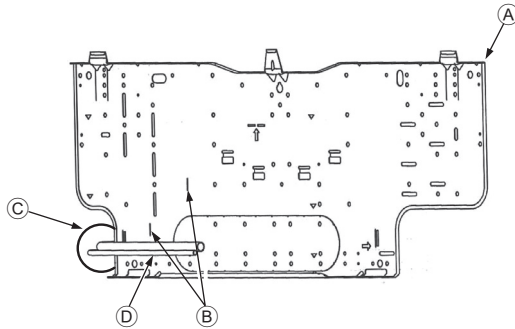

Fig. 3-5
- ② Tornillos de fijación (4 × 35 mm, 1-3/8 inch)
- ② Nivel
- ② Introduzca un hilo en el orificio y átelo.
- ② Coloque el nivel contra la línea horizontal de referencia de la placa de montaje y monte de forma que quede nivelado. Cuelgue una plomada del hilo y alinéelo con la marca ▼ EPK de la placa de montaje para lograr el nivelado.
- ② Plomada
- ① Placa de montaje
3.3. Cuando coloque los tubos en la pared (Fig. 3-5)